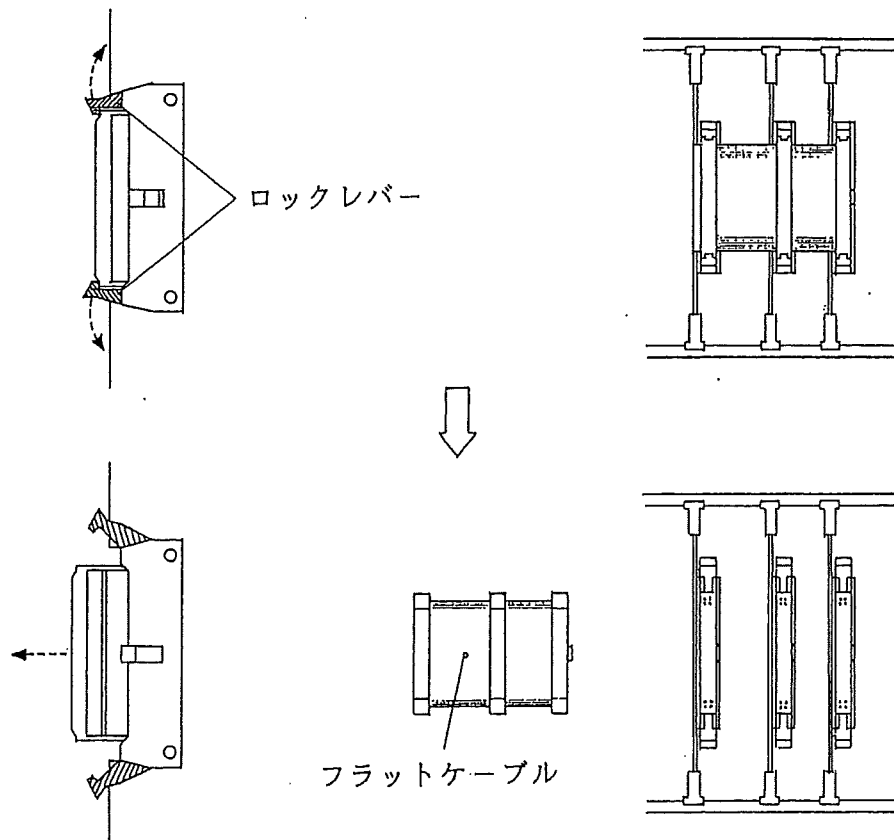

図 16
<p>① プログラムRUN 表示灯“赤”点灯</p> <p>② 外部表示：装置故障</p>	<pre> graph TD A[不良回線側電源をOFFする] --> B[プリント盤収納部前板をはずす] B --> C[不良回線側の電源部・NO. 1～6の プリント盤実装状態をチェックします。 ① 電源部がシャーシ部に密着実装しているか ② NO. 1～6のカードプラを押ししてみる ③ NO. 1～3の前面フラットケーブル ロックが確実か (図16参照)] C --> D[実装状態不良なら復旧後電源をONにする] D --> E[プログラムRUN表示灯“緑”なら ① 計数テスト実施 ② 精度テスト実施 異常のないことを確認して終了] D --> F[プログラムRUN表示灯“赤”なら 電源部、NO. 1～6のプリント板を 予備品と交換し、電源をONします] E --> G[実装状態が良なら 電源部、NO. 1～6のプリント板を 予備品と交換し、電源をONします] F --> G G --> H[] </pre>
- ③ 図16のようにフラットケーブルのロックレバーを起し、プリント板NO. 1～3に接続されているフラットケーブルを外します。
フラットケーブル側のプラグの中心付近を強く押込むとカチッと音がして、上下のロックレバーがフラットケーブルを押さえます。(図16 参照)